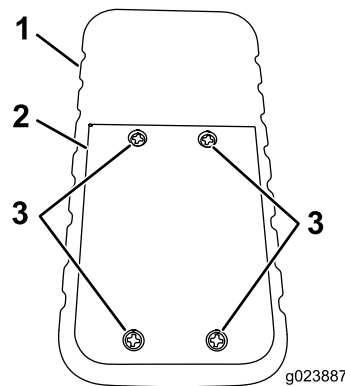

Figura 59
1. Solte os 4 parafusos de fixação da tampa do compartimento de pilhas (Figura 59).